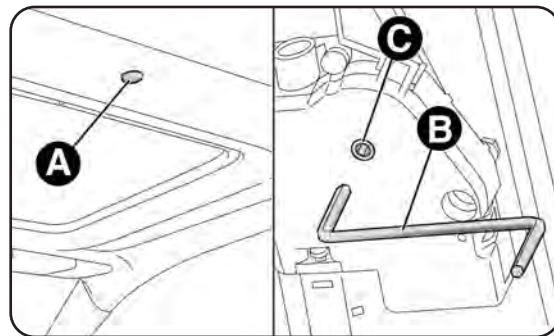

fig. 65
- rimuovi il tappo di protezione A-fig. 65 ubicato sul rivestimento interno, tra le due tendine parasole;